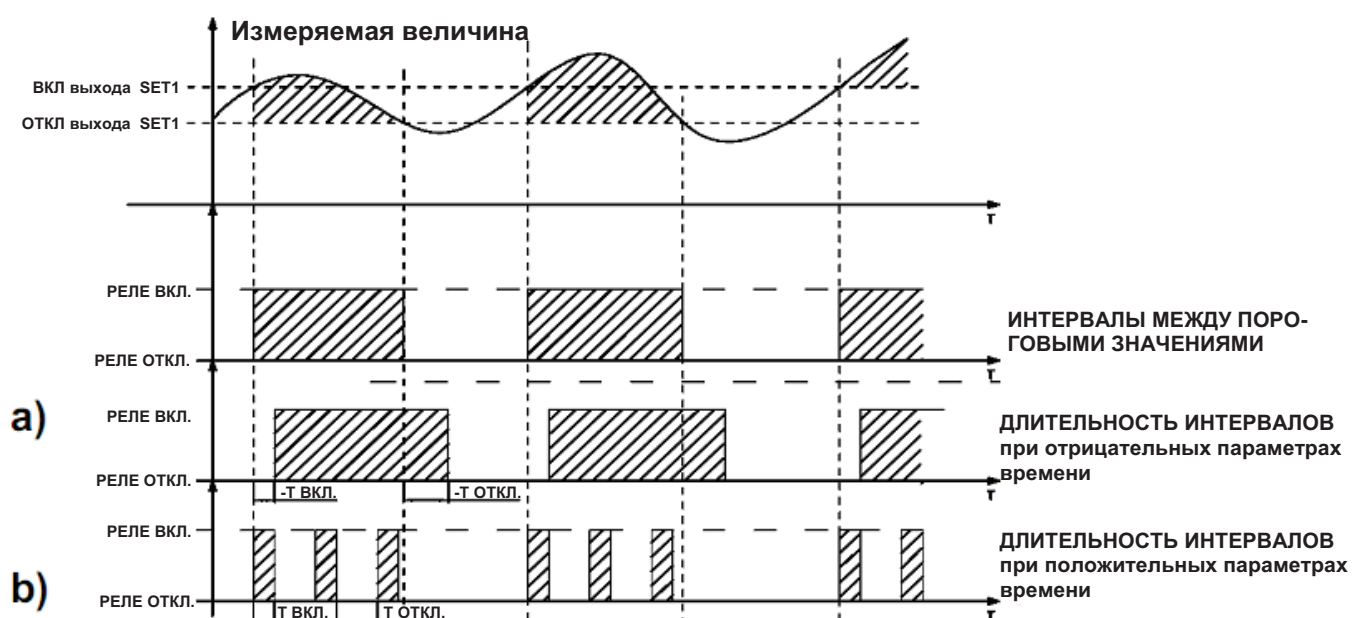

Рис. 13 – Функционирование Реле 1
Временные выдержки включенного и выключенного состояний можно запрограммировать либо в виде отрицательных, либо в виде положительных значений (рис. 13).
*Пример: включение происходит с задержкой 5 с, отключение – 10 с (рис. 13.а)*
Если параметр установлен в значение "ПИД-регулирование с ЧИМ", то реле 1 можно использовать для непосредственного управления насосом с импульсным входом. Для этой функции необходимо задать максимальное число импульсов в час, которое схема насоса может обработать. Максимальное число 7200 имп./ч, шаг программирования – 200. Длительность импульсов включенного и отключенного состояний фиксирована и составляет 250 мкс. Работа реле при функционировании в режиме ПИД-регулирования с ЧИМ показана на рис. 13.а.